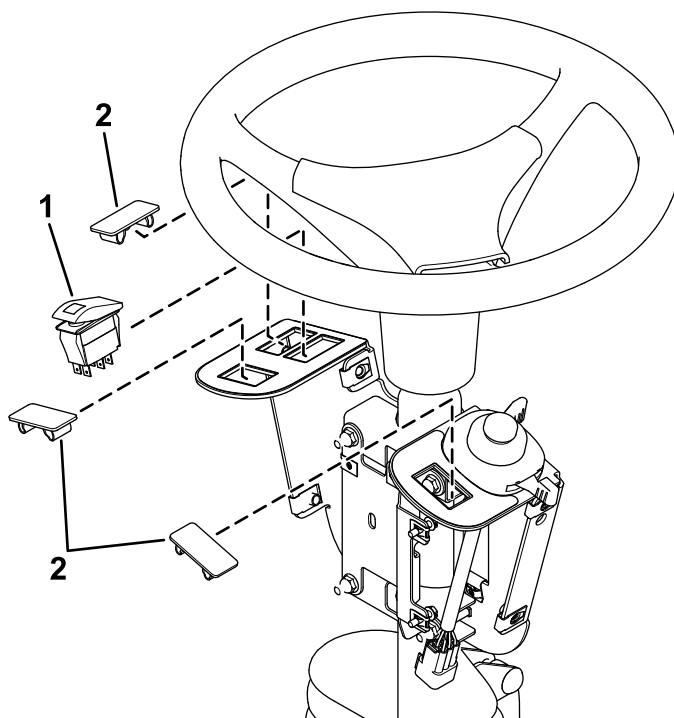

Figure 6
3. Installez le commutateur à bascule et les obturateurs de trou dans le support de commutateurs (Figure 6).